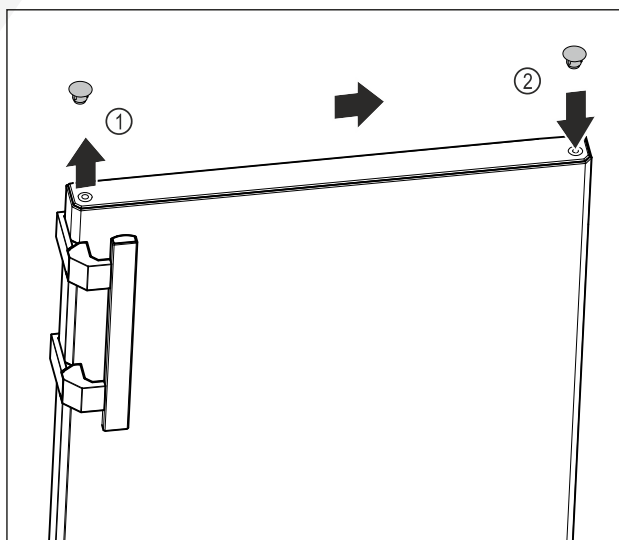

Fig. 14
- ▶ Óvatosan emelje le az ajtó felső oldalán a fedődugót Fig. 14 (1) egy lapos csavarhúzóval.
- ▶ Helyezze fel a fedődugót a másik oldalon. Fig. 14 (2)